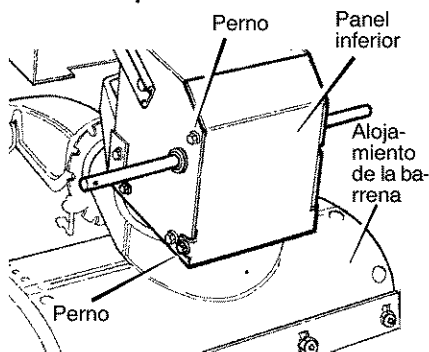

Figura 55
- Afloje los **pernos** a cada lado del **panel inferior** (Figura 55).
- Instale el **panel inferior** (Figura 55).
13. Instale el **panel inferior** (Figura 55).